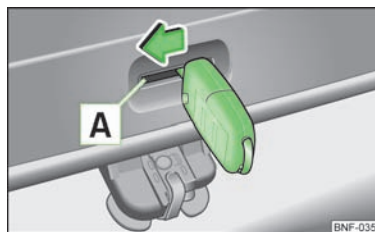

Fig. 16
- Stik bilnøglen eller et lignende værktøj helt ind i åbningen **A** » Fig. 16 i bagklapbeklædningen.